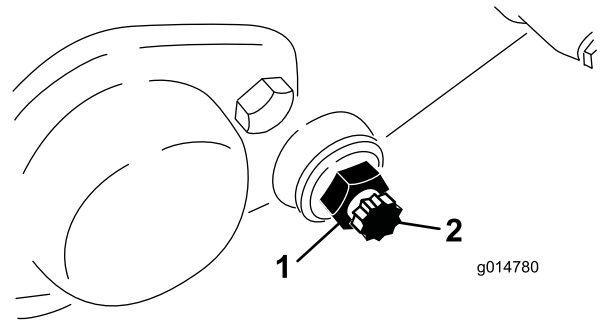

图62
3. 在机器的两侧，松开固定底刀架螺栓（图62）的锁紧螺母。
4. 拆下两个底刀架螺栓，向下拉动底刀架并从机器上拆下来。保存底刀架（图62）各端的 2 个尼龙和 2 个冲压钢垫圈。